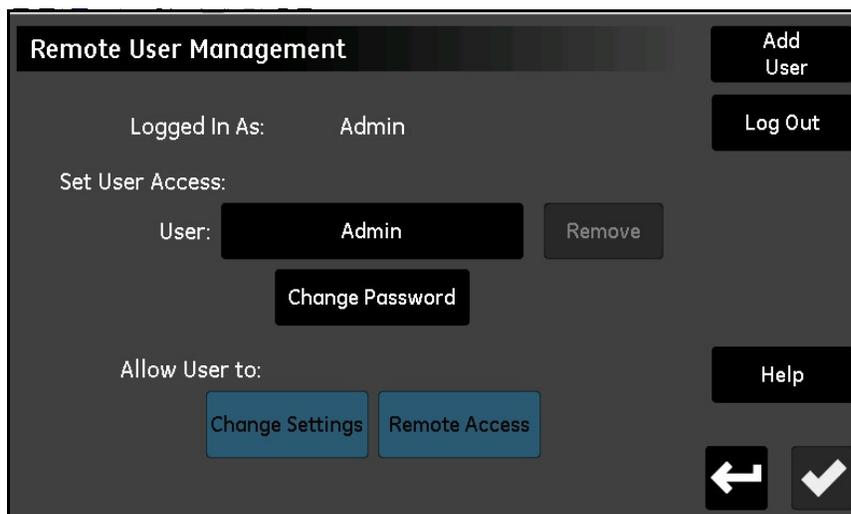

Рис. 71: Экран управления веб-пользователями
Введите пароль и нажмите **Log In (Войти)**. Если вход выполнен, откроется экран *Web User Management (Управление веб-пользователями)*, как показано на Рис. 71 ниже.
Пароль **оператора** следует изменить при первой возможности. Процедура изменения пароля **оператора** аналогична процедуре изменения пароля **администратора** (см. предыдущий раздел). Выберите учетную запись **Operator (Оператор)** на экране *Web User Management (Управление веб-пользователями)* (см. Рис. 71 на стр. 75), затем введите и подтвердите новый пароль.
4. Нажмите кнопку **Log In (Войти в систему)**, при этом должен открыться экран *Remote User Management (Удаленное управление пользователями)* (см. Рис. 71 на стр. 75).